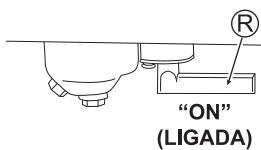

Fig. 9
2. Coloque a válvula de combustível (R) em "ON" (LIGADA). (Veja a fig. 9)